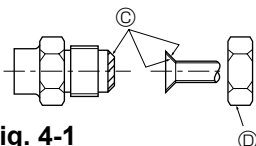

Fig. 4-1
Α (Fig. 4-1)
Β (Fig. 4-1)
4.2. Σωλήνες σύνδεσης (Fig. 4-1)